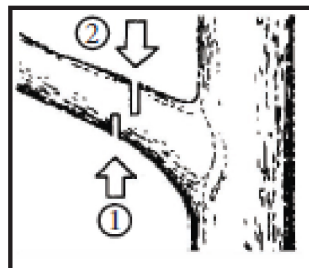

Рис. 11
**6.7. Резка ветви на стоящем дереве (Рис.11).**